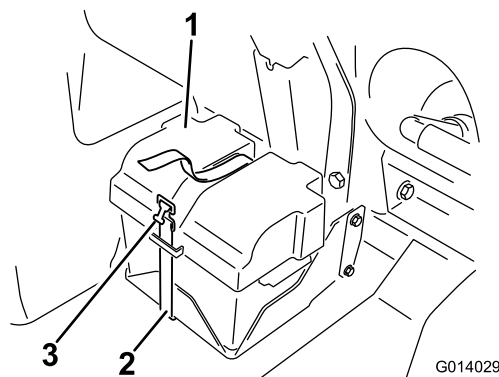
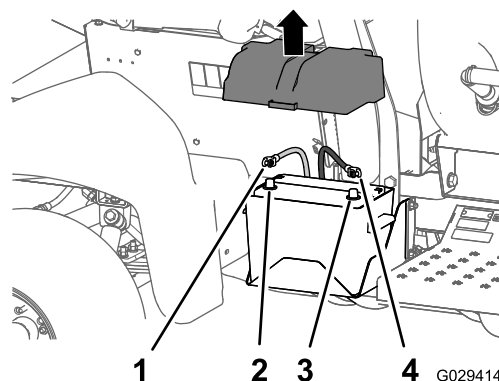

Figura 1
Figura 2
3. Staccate il coperchio della batteria e scollegate il cavo negativo (nero, di terra) dal polo della batteria (Figura 1 e Figura 2).
4. Staccate il cavo positivo (rosso) dal polo della batteria (Figura 2).